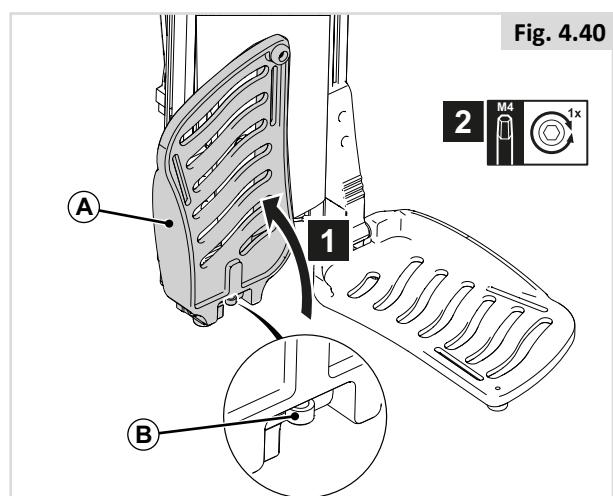

Fig. 4.40
- Som med alle bevægelige dele, skal du passe på ikke at få fingrene i klemme, (Fig. 4.40).
Ankelvinkel (Fig. 4.40)